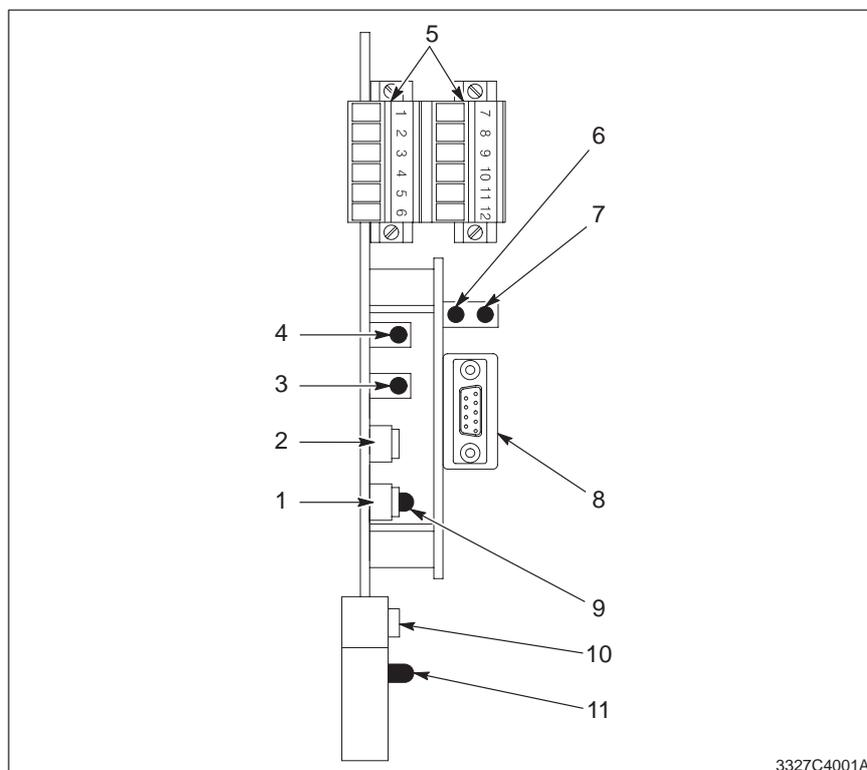

Abb. C 1-1 Bauteile der UCS Profibus Schnittstellenkarte
Siehe Abbildung C 1-1.
Abbildung C 1-1 und Tabelle C 1-3 beschreiben die Leuchtdioden an der Vorderkante der Schnittstellenkarte.
Siehe Abbildung C 1-1 und Tabelle C 1-5 zu einer Beschreibung der Schalter.
4. Die Karte so ausrichten, wie in Abbildung C 1-1 dargestellt.